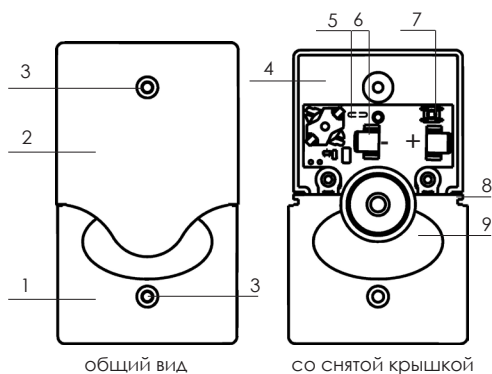

Рисунок 2 – Конструкция «Ri-S-1»
9.1 Выбрав место установки сирены, произведите разметку для крепления. Для разметки может быть использован корпус (см. рисунок 2).